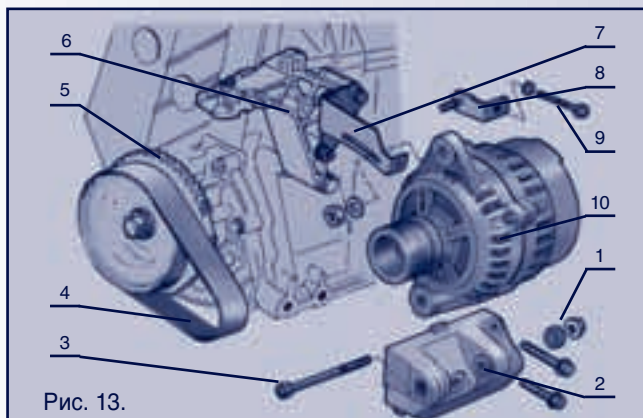

Рис. 12.
2. Выполнить отверстие $\varnothing 25$ мм, под кронштейн натяжителя в передней защитной крышке 2112-1006224 по центру прилива (см. рис.12) (только для двигателя 2112).